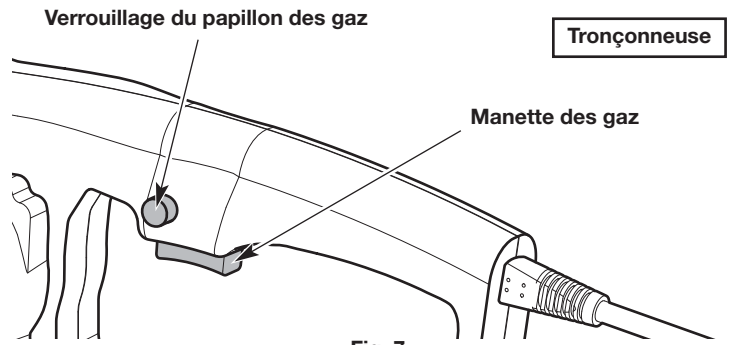

Fig. 7
2. Appuyer sur le bouton de verrouillage du levier d'accélération et la maintenir enfoncée (Fig. 7). Puis, serrer la commande du levier d'accélération et la maintenir enfoncée (Fig. 7). Se reporter à la section *Démarrage et arrêt*.
1. Appuyer sur le bouton de verrouillage du levier d'accélération et le maintenir enfoncé (Fig. 7 à 9).
2. Continuer à appuyer sur le verrouillage du levier d'accélération. Appuyer sur le levier d'accélération et le maintenir enfoncé pour démarrer l'appareil (Fig. 7 à 9).
1. Relâchez la manette des gaz et attendez que toutes les pièces mobiles s'arrêtent complètement (Fig. 7 - 9).